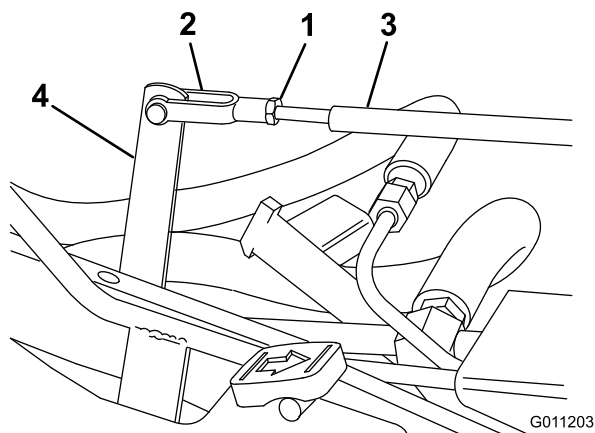

Figura 42
3. Spostate a mano la leva di regolazione per portare allo stesso livello i pedali di tosatura e di sollevamento e regolate la forcella sull'asta di comando fino a che il foro della forcella non è allineato al foro della leva di regolazione (Figura 42).